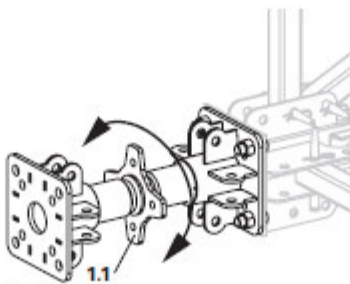

Fig. 3b
4. Preimpostare l'altezza dell'albero regolabile ATS 360-550 (1) sulla corona dell'albero (1.1). (Fig. 3b)